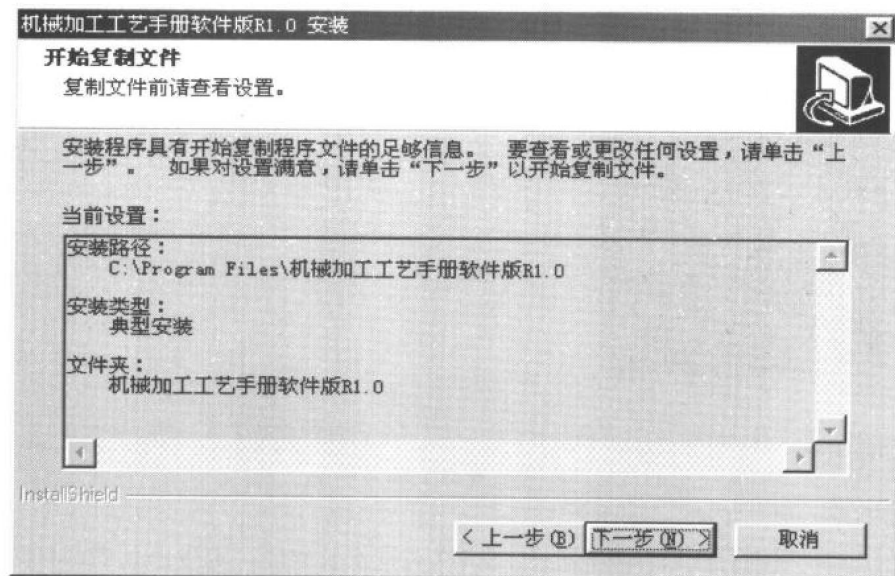
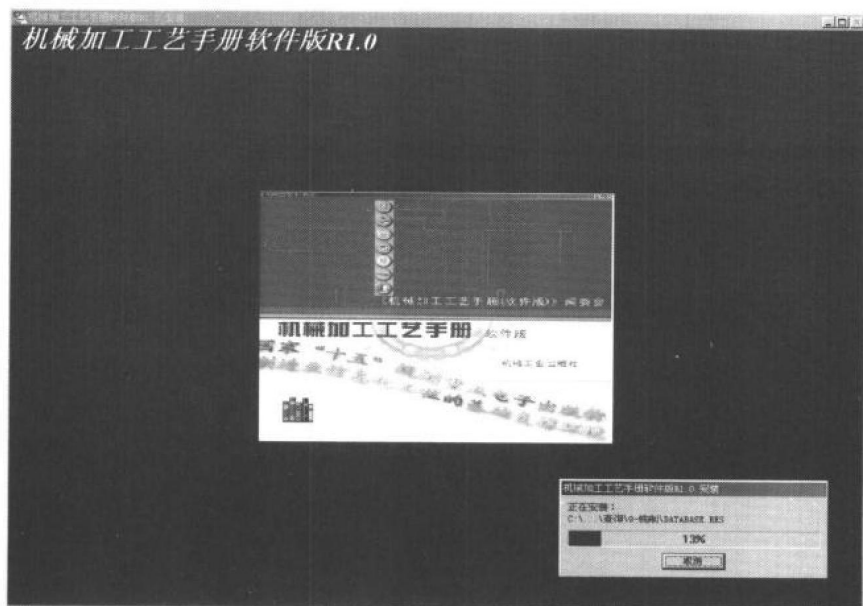

图 1.8 查看设置界面
图 1.9 显示安装进度界面
8) 安装程序将把软件拷贝到硬盘上, 时间的长短取决于用户选择的安装类型。在复制文件前请查看设置 (图 1.8), 安装程序在复制文件的过程中, 使用进度条来显示安装进行的百分比, 并提示安装复制的文件和目录 (图 1.9)。在安装过程中, 随时可以单击“取消”按钮退出安装程序。